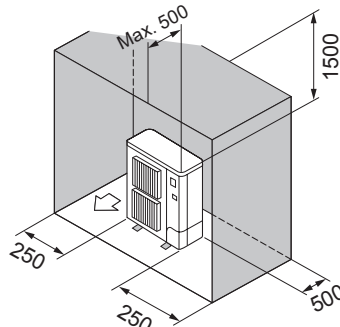

Fig. 2-12
- ⑥ Alleen obstakels aan de achter- en bovenzijde en de zijkanten (Fig. 2-12)